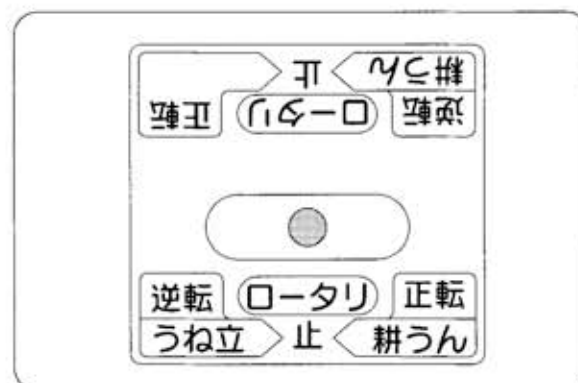

図7
- ③ ローターチェンジレバーを「止」位置にします。(図7)